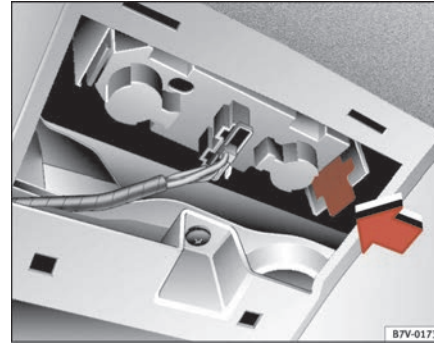

Abb. 166 Leuchten an der Heckklappe
- Drücken Sie die elastische Lasche in Pfeilrichtung ⇒ Seite 256, Abb. 166 und nehmen Sie die Lampenfassung nach unten ab.